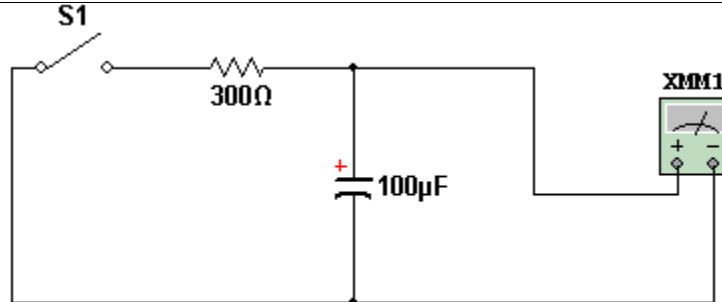

Figura 2. Circuito para la descarga
1. Para el circuito de la figura 2, utilizando los valores de resistencia y de los capacitores seleccionados, calcular la constante de tiempo.
2. Armar el circuito mostrado en la figura 2.